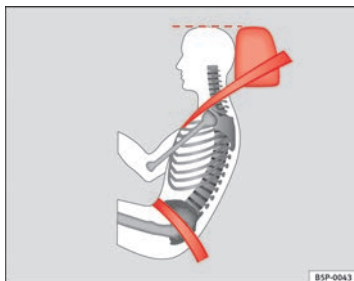

Abb. 14 Richtiges Gurtbandverlauf und richtige Kopfstützeinstellung von der Seite betrachtet
- Das Beckengurtteil des Sicherheitsgurtes muss vor dem Becken verlaufen und niemals über dem Bauch. Dabei muss der Gurt flach und fest am Becken anliegen ⇒ Abb. 14. Ziehen Sie das Gurtband gegebenenfalls etwas nach.